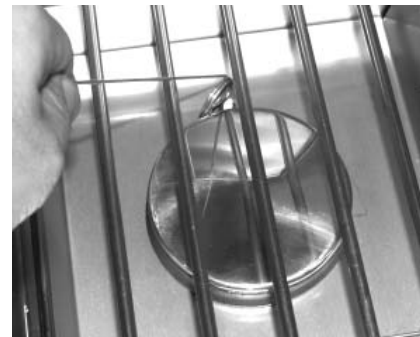

Fig. 20-2 - Éclairage manuel
**ATTENTION:** Attendez toujours cinq (5) minutes le gaz pour se dégager après que n'importe quelle tentative non réussie d'éclairage.
2. Insérez un allumeur brûlant de butane de long-baril, une allumette brûlante de long-tige, ou une allumette brûlante tenue par un support de prolongation de fil par la grille à cuire s'ouvrant au brûleur (fig. 20-2). Tenez la flamme contre le bord du brûleur.
4. Si le brûleur ne s'allume pas, enfoncez immédiatement le bouton et tournez la valve à AU LOIN. ATTENDEZ CINQ (5) MINUTES avant de répéter les étapes 2 à 4 des instructions manuelles d'éclairage.